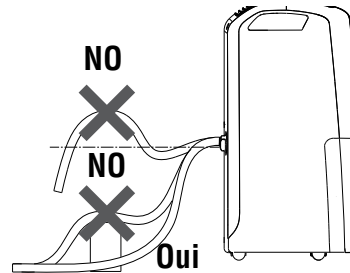

fig. 5
- 3) Assurez-vous que le tuyau ne dépasse jamais la hauteur du bec (fig. 5). Dans le cas contraire, l'eau restera dans le réservoir. Vérifiez également que le tuyau ne soit pas pincé.